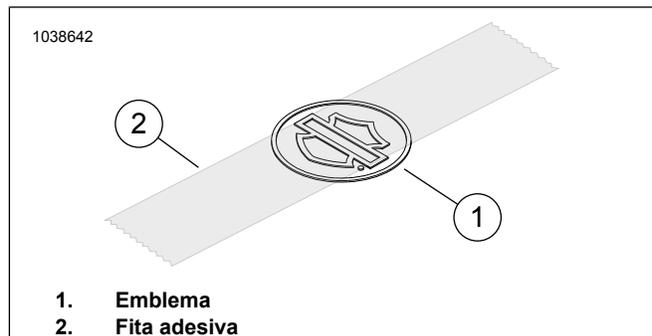

Figura 1. Aplique fita adesiva do emblema
2. Veja Figura 1. Coloque um pedaço de 3 polegadas de fita adesiva centralizado sobre a barra e cubra o emblema.